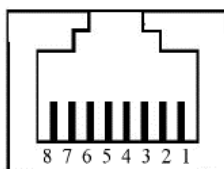

Рис. 3.5. Порт RJ-45
3.5.1.1. Контакты разъема порта 10/100BaseT(X) RJ-45
На Рис. 3.5 показана распайка разъема порта 10/100BaseT(X) RJ-45.